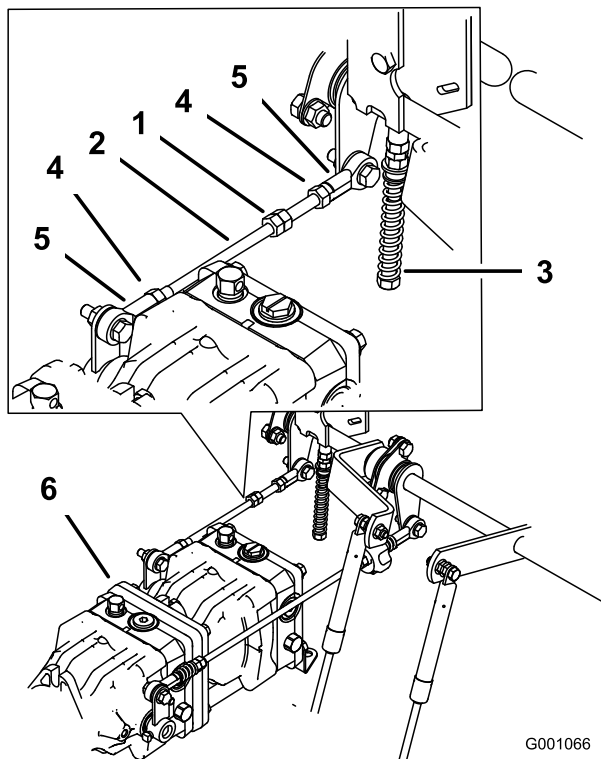

Figura 77
1. Afloje las contratuercas de la articulación esférica de la varilla de control de la bomba (Figura 77).
3. Ajuste la longitud de la varilla de la bomba girando las tuercas dobles de la varilla, en el sentido apropiado, hasta que la rueda quede estacionaria o se mueva muy lentamente en marcha atrás (Figura 77).
6. Apriete las contratuercas de las articulaciones esféricas (Figura 77).